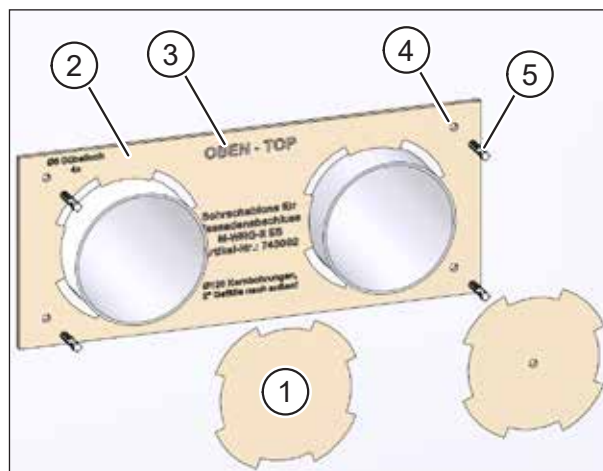

Fig. 11 : Percer des trous
- ▶ Appuyez sur les découpes, perforées au préalable (pos. 1 dans Fig. 11), des tuyaux d'aération, hors du gabarit de perçage (pos. 2 dans Fig. 11).
- Tenez compte de la mention « OBEN (HAUT) » (pos. 3 dans Fig. 11) sur le gabarit de perçage.
- ▶ Avec le foret à pierre de 6 mm, percez quatre trous d'env. 40 mm de profondeur aux emplacements, marqués dans le gabarit de perçage (pos. 4 dans Fig. 11), dans le mur extérieur.
- ▶ Placez les quatre chevilles jointes (pos. 5 dans Fig. 11) dans les trous.